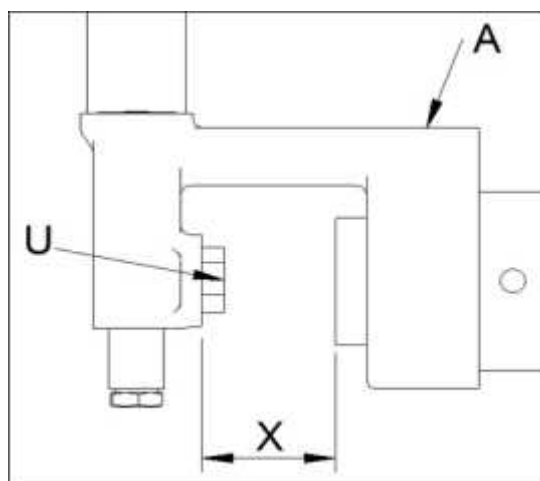

FIG.3
4.1 REMPLACEMENT DE L'INJECTEUR PRINCIPAL ET REGULATION DE L'AIR PRIMAIRE (fig. 3)